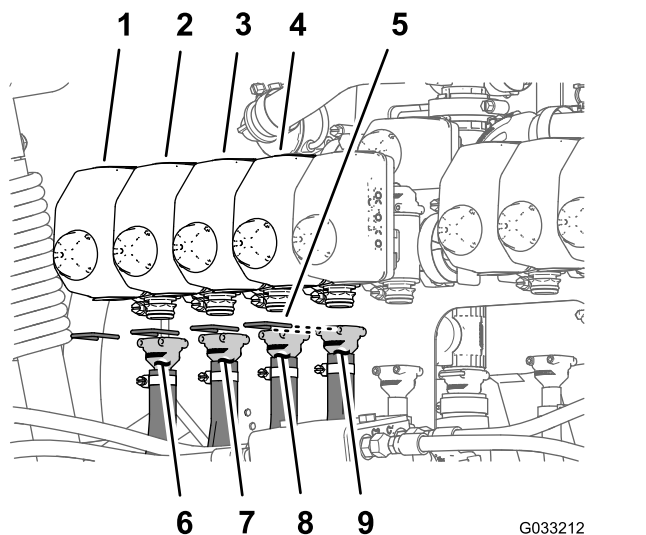
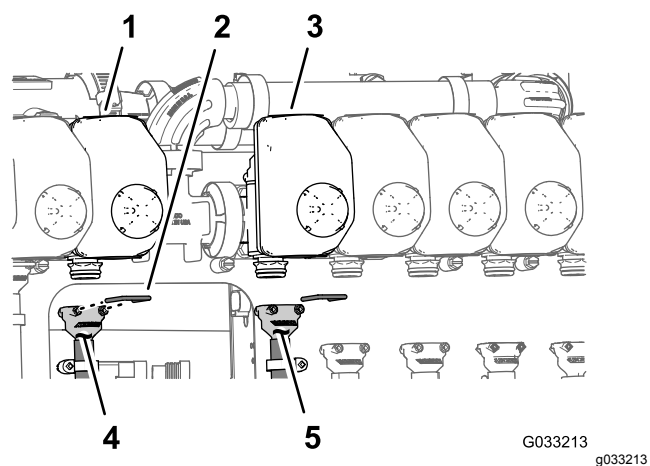
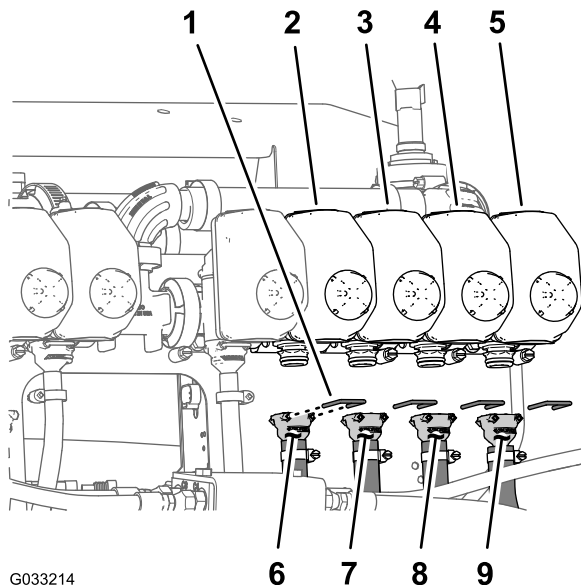

Figura 103
Figura 104
Figura 105
Nota: Consulte Figura 103 em Montar os tubos nas válvulas do bico 1 a 4 \(página 51\), Figura 104 em Montar os tubos nas válvulas do bico 5 e 6 \(página 51\) e Figura 105 em Montar os tubos nas válvulas do bico 7 a 10 \(página 52\) para ver as posições da válvula do bico.
1. Monte a união estriada reta de um tubo de alimentação com 279 cm no acoplador da válvula do bico 1 (Figura 103).
2. Prenda a união estriada ao acoplador com um retentor (Figura 103).
3. Monte a união estriada reta de um tubo de alimentação com 234 cm no acoplador da válvula do bico 2 (Figura 103).
4. Prenda a união estriada ao acoplador com um retentor (Figura 103).
5. Monte a união estriada reta de um tubo de alimentação com 188 cm no acoplador da válvula do bico 3 (Figura 103).
6. Prenda a união estriada ao acoplador com um retentor (Figura 103).
7. Monte a união estriada reta de um tubo de alimentação com 188 cm no acoplador da válvula do bico 4 (Figura 103).
8. Prenda a união estriada ao acoplador com um retentor (Figura 103).
1. Monte a união estriada reta de um tubo de alimentação com 81 cm no acoplador da válvula do bico 5 (Figura 104).
2. Prenda a união estriada ao acoplador com um retentor (Figura 104).
3. Monte a união estriada reta de um tubo de alimentação com 81 cm no acoplador da válvula do bico 6 (Figura 104).
4. Prenda a união estriada ao acoplador com um retentor (Figura 104).
1. Monte a união estriada reta de um tubo de alimentação com 188 cm no acoplador da válvula do bico 7 (Figura 105).
2. Prenda a união estriada ao acoplador com um retentor (Figura 105).
3. Monte a união estriada reta de um tubo de alimentação com 188 cm no acoplador da válvula do bico 8 (Figura 105).
4. Prenda a união estriada ao acoplador com um retentor (Figura 105).
5. Monte a união estriada reta de um tubo de alimentação com 234 cm no acoplador da válvula do bico 9 (Figura 105).
6. Prenda a união estriada ao acoplador com um retentor (Figura 105).
7. Monte a união estriada reta de um tubo de alimentação com 279 cm no acoplador da válvula do bico 10 (Figura 105).
8. Prenda a união estriada ao acoplador com um retentor (Figura 105).